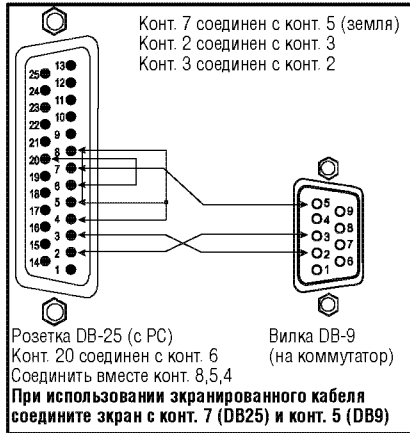

Рис. 9. Подсоединение к PC (с 25-контактным разъемом) без нуль-модемного адаптера
1. Подсоедините COM-порт DB25 PC к порту RS-232 DB9 IN устройства **VS-162AV** в соответствии с рис. 9.